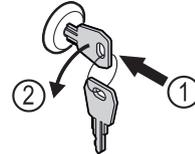

Fig. 162
- ▶ 按入钥匙。 Fig. 162 (1)
- ▶ 将钥匙逆时针转动 90° 。 Fig. 162 (2)